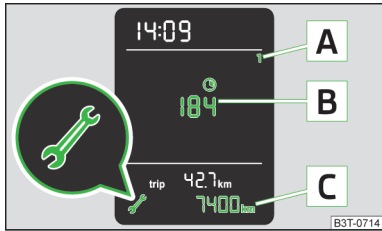

Abb. 29
**Bildbeschreibung** » Abb. 29.
Die Serviceart wird durch die Nummer auf der Position **A** » Abb. 29 unterschieden.
Wird ein Servicetermin **fällig**, dann wird für ca. 10 Sekunden die folgende Information angezeigt » Abb. 29.